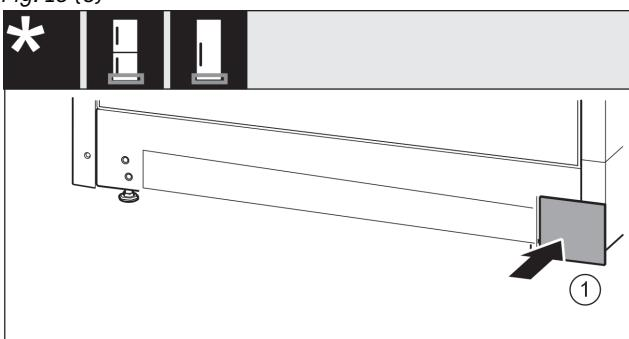

Fig. 17
- ▶ Ponovno nataknite pokrov na drugu stranu. Fig. 17 (1)